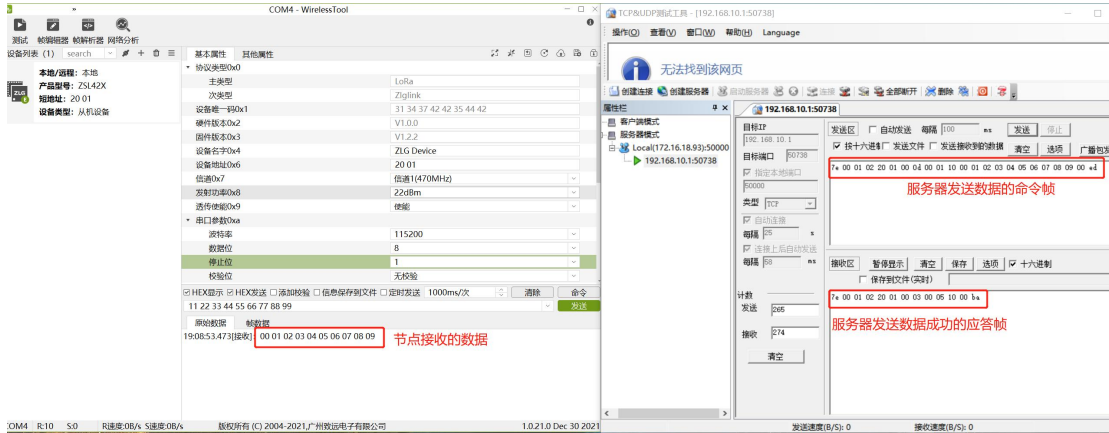

图 4.45 服务器使用命令帧发送数据
1) TCP 服务器给 0x2001 节点发送 16 进制数据：00 01 02 03 04 05 06 07 08 09，如图 4.45